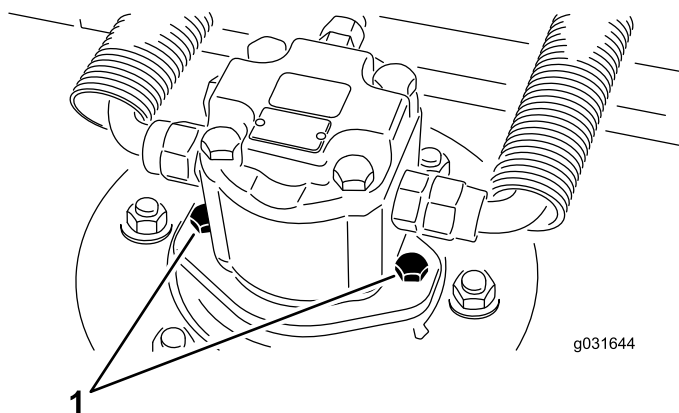

Figura 62
2. Retire los tornillos de montaje del motor hidráulico y desconecte y retire el motor hidráulico de la unidad de corte (Figura 62).
4. Con los tornillos de montaje del motor hidráulico, instale el motor hidráulico en la unidad de corte (Figura 62).